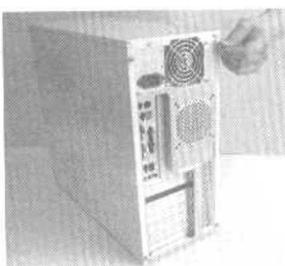

图 1-2 拆卸螺丝
- ① 用手或螺丝刀将侧面挡板固定的螺丝拧下，如图 1-2 所示。